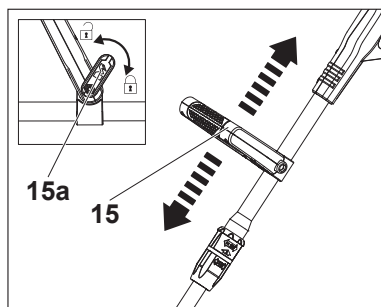

Fig. 11
1. Gire la palanca de bloqueo (15a) en sentido contrario al de las agujas del reloj y desplace la empuñadura auxiliar (15) hacia arriba o hacia abajo hasta la altura deseada (Fig. 11).